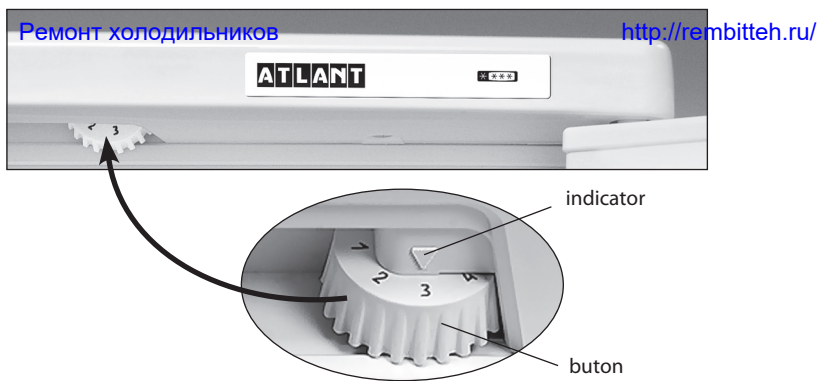

Figura 3 — Reglarea temperaturii
1.4 Elementul de reglare a temperaturii din frigider, în conformitate cu Figura 3 este butonul de reglare a temperaturii (numit în continuare - buton), care se află sub masca frigiderului. Butonul se rotește în sensul acelor de ceasornic sau în sensul contrar al acestora și are diviziuni numerice. Diviziunea "1" corespunde celei mai joase setări de temperatură (răcire minimă) în camera frigorifică, diviziunea "7" – celei mai înalte setări de temperatură (răcire maximă). Pentru a regla temperatura, fixați diviziunea butonului sub indicator.
Deschideți ușa CF și fixați sub indicator diviziunea "2" a butonului. Închideți ușa CF. Pentru setarea temperaturii optime pentru păstrarea produselor în camera frigorifică, efectuați reglarea cu ajutorul butonului în conformitate cu figura 3. După ajustare temperatura în frigider se menține în mod automat.